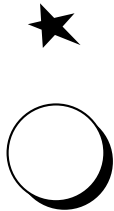

Fig. 2.2
In questi piani cottura, per accendere uno dei bruciatori, premere e ruotare la manopola corrispondente al bruciatore scelto, fino alla posizione di portata massima (fiamma grande) e premere il pulsante (fig. 2.2) dell'accensione (★) fino ad avvenuta accensione.
- 2 - Solo per modelli con accensione a pulsante: - premere il pulsante fig. 2.2 dell'accensione elettronica.